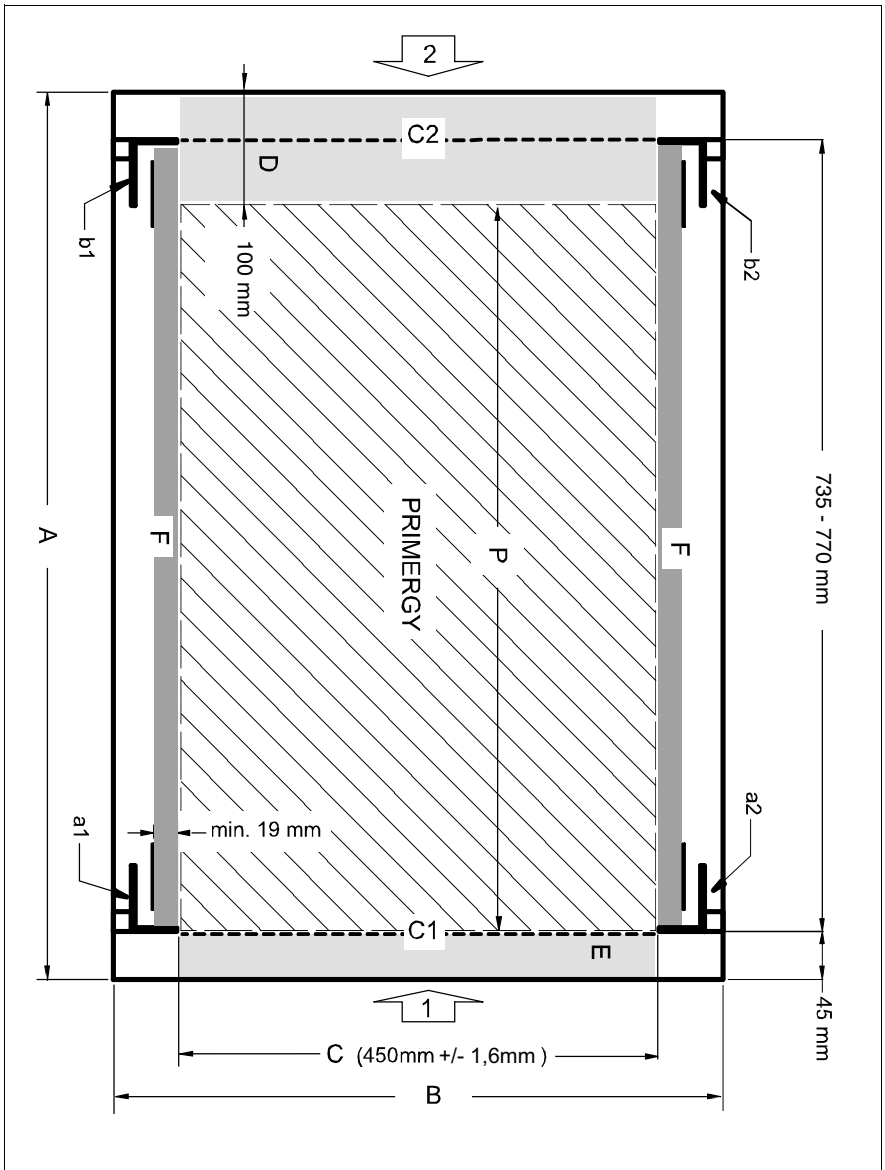

Bild 2: Mechanische Voraussetzungen
– Einbaumaße (siehe die im Bild 2 auf Seite 47 dargestellten Maße):